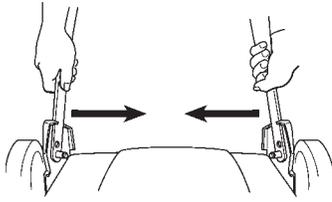

Figure 29
1. Pousser vers l'intérieur la branche droite du mancheron inférieur pour faire glisser le mancheron au-delà des butées des supports (Fig. 29).